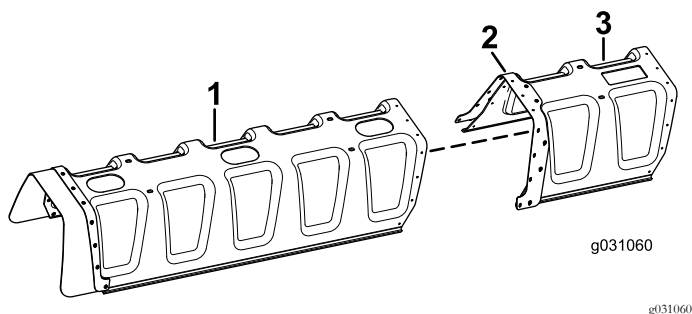

図 5
1. 12ノズルブームカバーに取り付けられている補強プレートの穴に、11ノズルブームカバーの穴を合わせる 図 5。